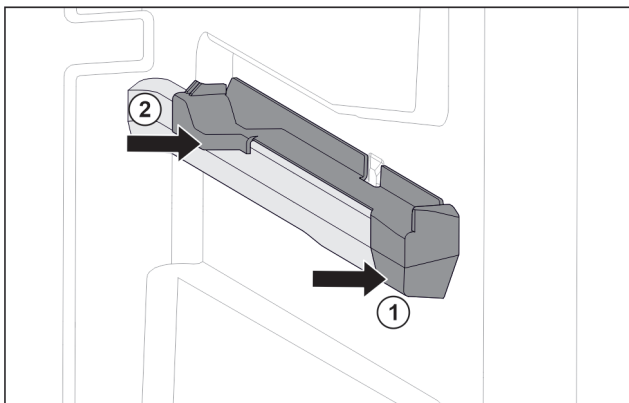

Fig. 75 Élément emboîtable sur la nervure de récipient droite
- ▶ Poser le devant de l'élément emboîtable contre la nervure de récipient. Fig. 75 (1)
- ▶ Enfoncer l'arrière de l'élément emboîtable. Fig. 75 (2)